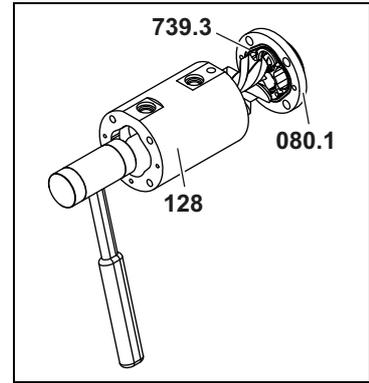

Fig. 8
2. Extraiga el juego de husillos junto con la tapa del cojinete **080.1** de la carcasa de medición **128** mediante golpes suaves con un martillo de plástico, véase Fig. 8, página 31.